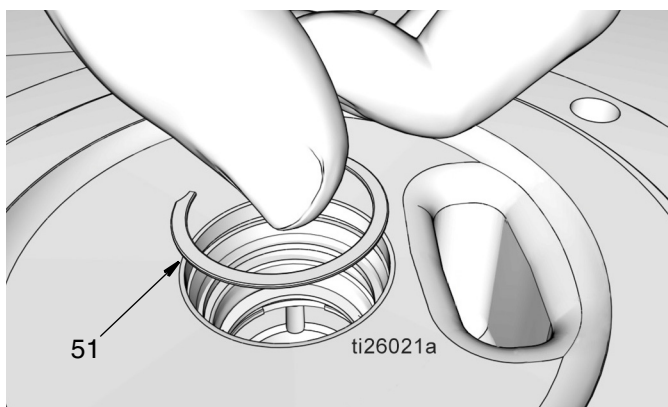

FIG. 37
- f. Installare la clip di fissaggio (51) (FIG. 37). Si deve avvertire un "clic" quando la clip di fissaggio viene correttamente inserita nella scanalatura.